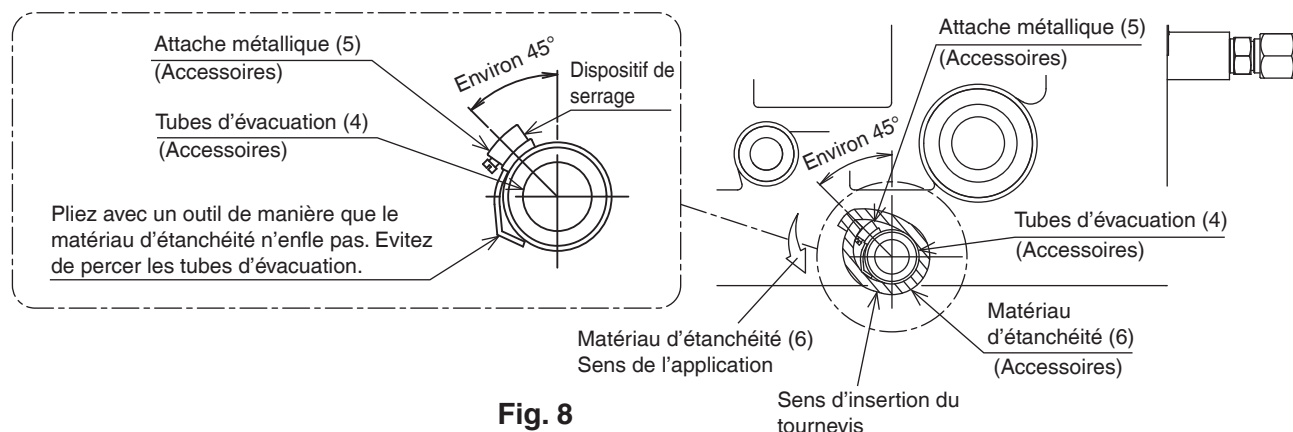

Fig. 8
- Pliez le bout de l'attache métallique (5) de manière que le matériau d'étanchéité n'enfle pas. **(Reportez-vous à la Fig. 8.)**